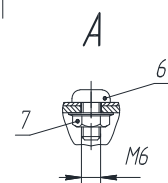

Рис.11 Пример крепления группы лотков на одной опоре
11. При потолочном монтаже свободные концы консолей следует крепить поддерживающей нарезной шпилькой ШП8: вертикально к перекрытию – под углом 90 градусов к консоли, на забивной анкер АЗМ 830. (см.рис.11).